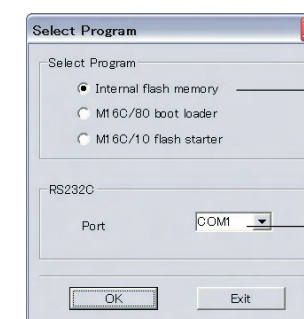

Fig. 2
- Start up FlashSta.exe, the screen will appear as shown below. (Fig. 2)
- Select the data to be transmitted and port. (Fig. 2)
すると下記の画面が表示されます。(Fig. 2)
- 送信データ、ポートを選択します。(Fig. 2)